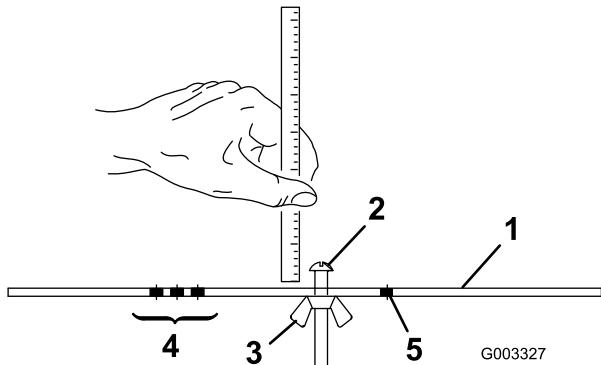

Figura 16
2. Allentate il dado sulla barra di riferimento (Figura 16) e regolate la vite di regolazione secondo l'altezza di taglio desiderata. La distanza tra l'estremità inferiore della testa della vite e la parte frontale della barra corrisponde all'altezza di taglio.